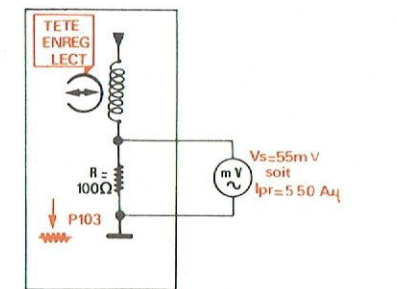

Fig. 23
D. RÉGLAGE DU COURANT DE PRÉMAGNÉTISATION (Fig. 23)